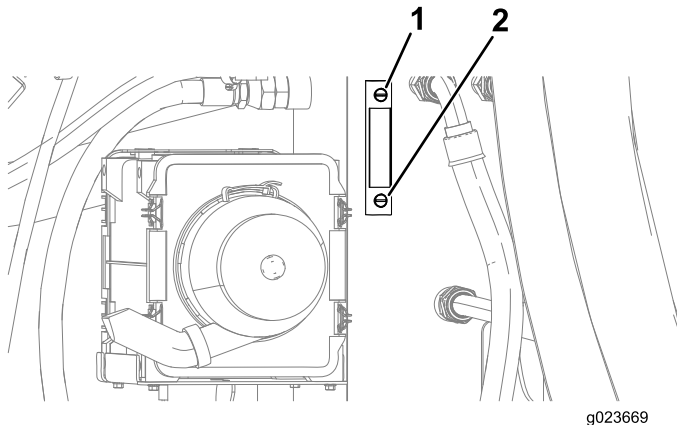
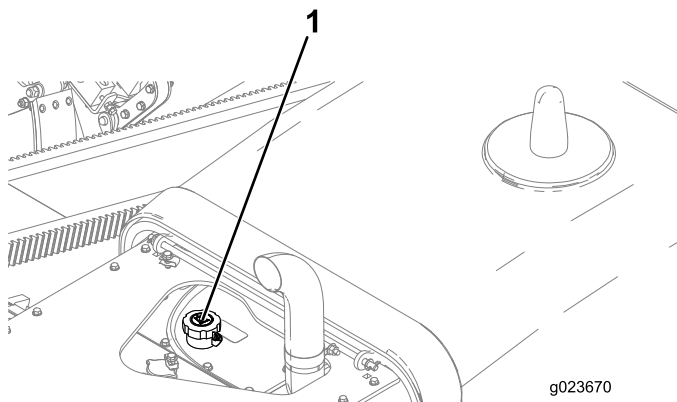

Figura 116
Figura 117
4. Observe la mirilla del depósito de aceite hidráulico y compruebe el nivel de aceite (Figura 116).
5. Si el nivel es bajo, abra el tapón del depósito hidráulico (Figura 117), agregue una pequeña cantidad de aceite y espere 2 minutos para que el nivel de aceite se estabilice en la mirilla (Figura 116).